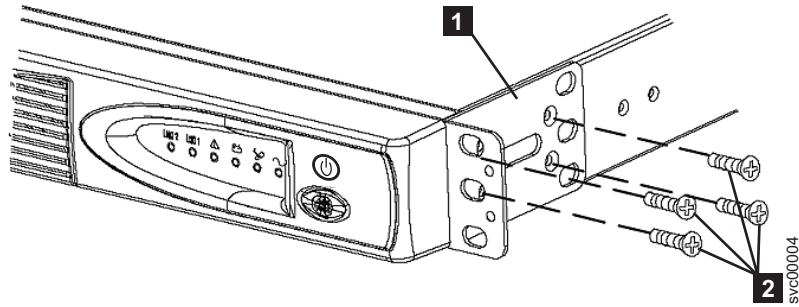

図8. 2145 UPS-IU用サポート・レールのラックへの取り付け
3. 取り付けブラケットごとに 4 つの M3 × 6 ねじ **2** を使用して、取り付けブラケット **1** の長い側を 2145 UPS-1Uの各側面に取り付けます (18 ページの図 8 を参照)。